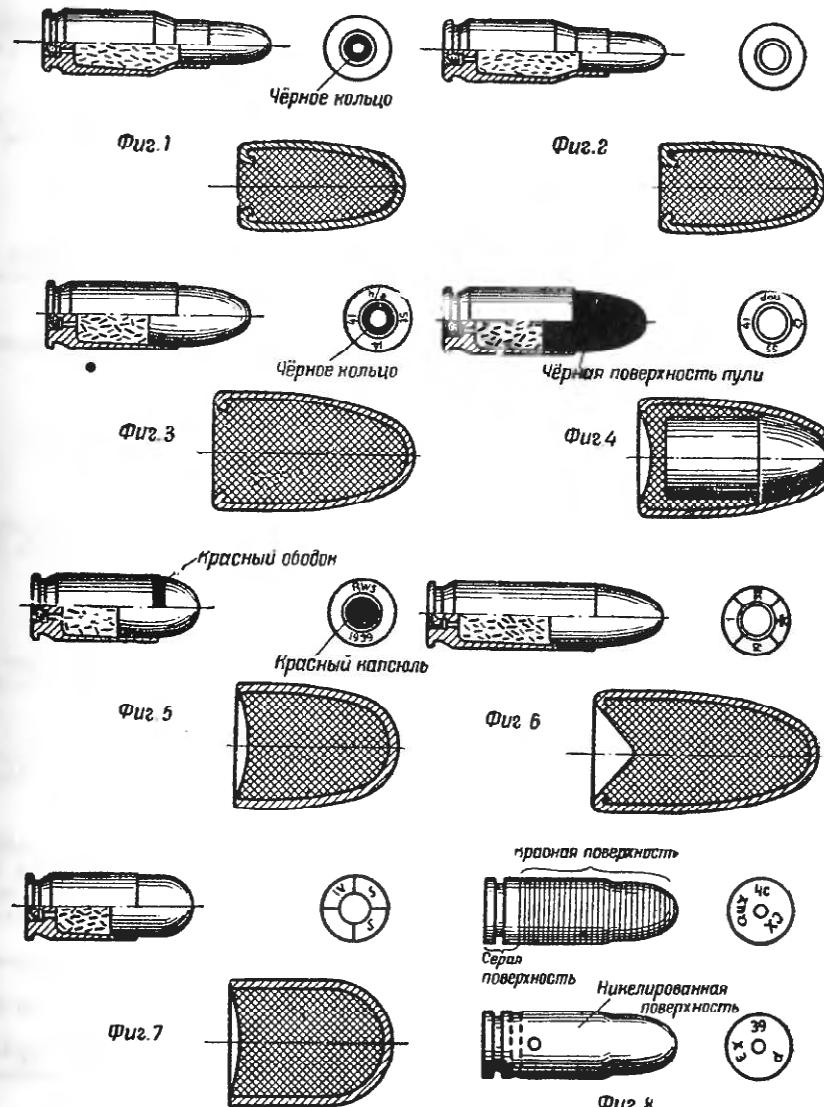

Рис. 16. Германские пистолетные патроны (основные):
1. Германские пистолетные патроны (основные) (рис. 16)